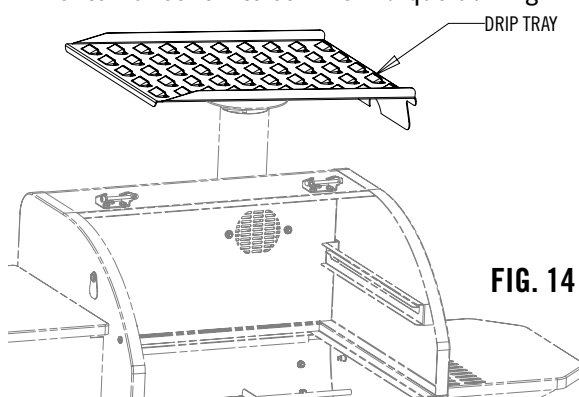

FIG. 14
1. Monter la lèchefrite comme indiqué aux Fig. 14 et 14.